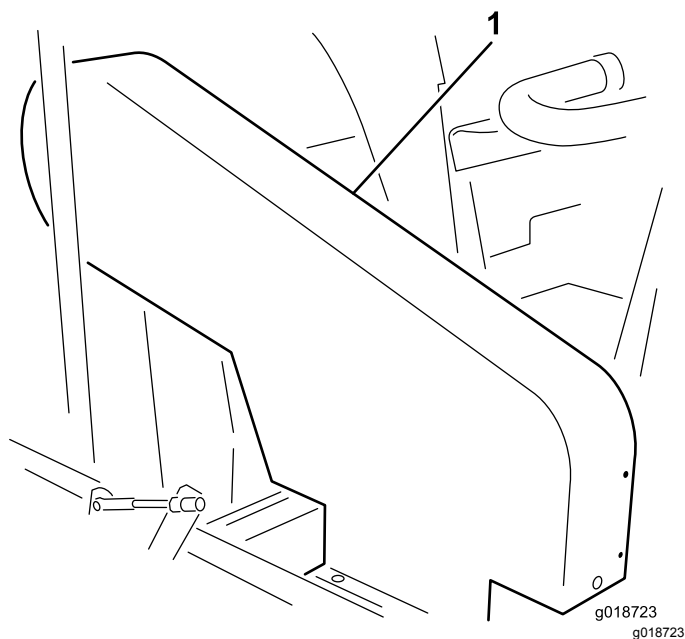

Рисунок 19
Примечание: Для проверки натяжения ремня нет необходимости снимать верхний кожух ремня (Рисунок 19). Чтобы снять кожух ремня, отверните 4 болта с шайбами и гайками, которые крепят кожух к раме. Не эксплуатируйте машину без установленных на штатных местах ограждений.
Проверьте натяжение, приложив к ремню посередине между шкивами крыльчатки и сцепления усилие 18–22 Н. Отклонение ремня должно составлять 1,3 см. Если отклонение неправильное, см. раздел Регулировка ремня привода крыльчатки \(страница 29\). Если отклонение правильное, продолжайте нормальную эксплуатацию (Рисунок 19).
Проверьте натяжение, приложив к ремню посередине между шкивами промежуточного вала и сцепления усилие 18–22 Н. Отклонение ремня должно составлять 6 мм. Если отклонение неправильное, см. раздел Регулировка ремня промежуточного вала \(страница 30\). Если отклонение правильное, продолжайте нормальную эксплуатацию (Рисунок 19).
1. Удалите 4 болта с шайбами и гайками, которые крепят верхний кожух к раме (Рисунок 19).